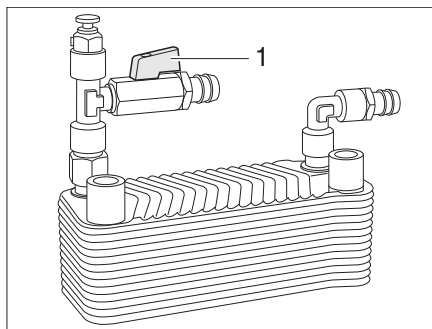

Fig. 296 Termocambiador Alde
*Poner en marcha:* ■ Colocar el tirador (Fig. 296,1) del grifo de cierre en paralelo a la tubería.
*Apagar:* ■ Colocar el tirador (Fig. 296,1) del grifo de cierre transversalmente a la tubería.